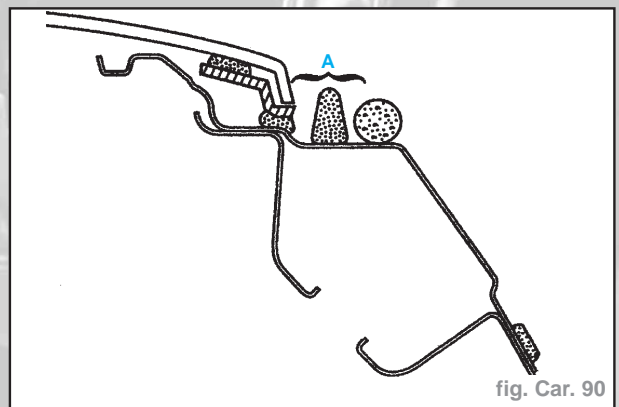

fig. Car. 90
- Dans la zones (A) extruder le cordon entre le pavillon et le profil mousse référence **77 11 170 210 (3M 9973)** (fig. Car. 90).